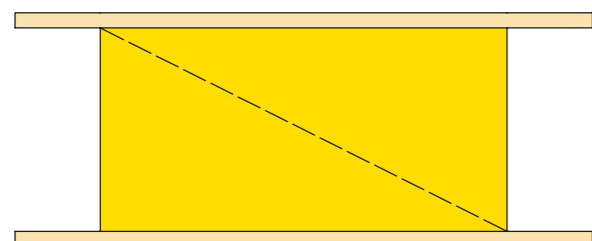

Fig. 1. Skråsnit
- ISOVER Formstykker λ30 deles i to med et skråsnit, se fig. 1. Brug en storbladet kniv, såsom ISOVER Kniven, der leveres som tilbehør, og skær på plant underlag (træplade eller lign.).